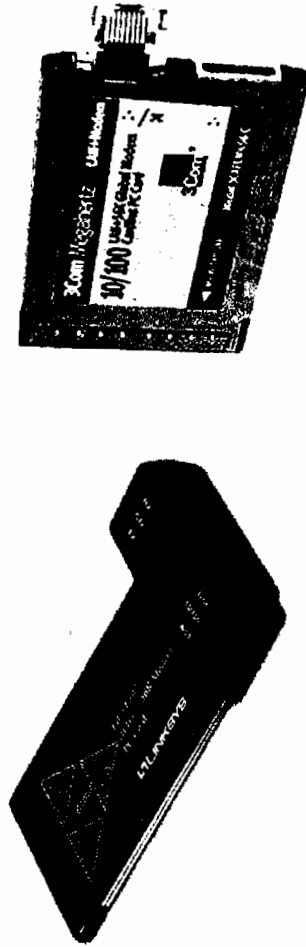

图 10-15 10 Mbps/100 Mbps 网卡和 Modem 三合一 PC 卡
② PC 接口 (PCMCIA, 笔记本电脑使用的一种标准接口),图 10-15 所示的为 10 Mbps/100 Mbps 网卡和 56 Kbps Modem PC 卡。